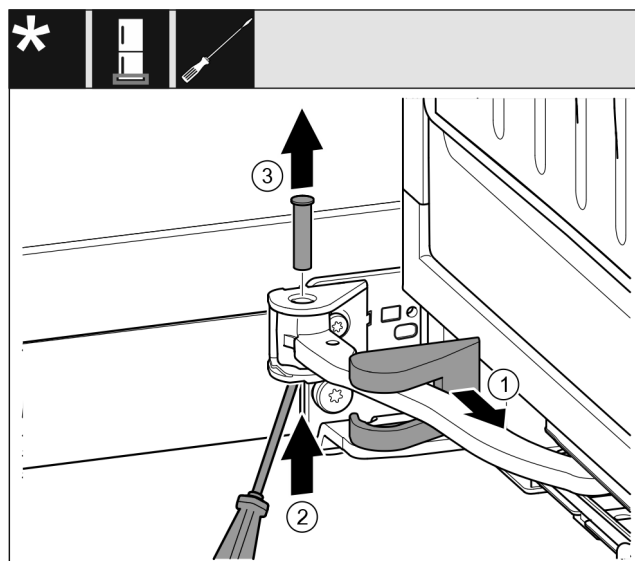

Fig. 19
- Noņemiet gultņa balsta pārsegu Fig. 19 (1) un bīdiet gar šarnīru.
- Paceliet no apakšas tapu Fig. 19 (2) ar skrūvgriezi.
- Izvelciet ārā tapu Fig. 19 (3) no augšas.